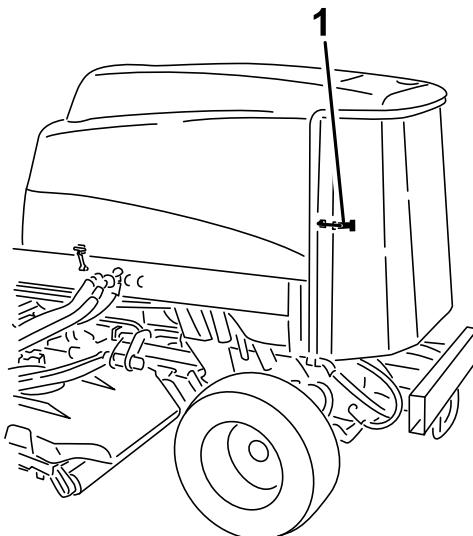

Figura 64
1. Sbloccate la griglia posteriore ed apritela (Figura 64).